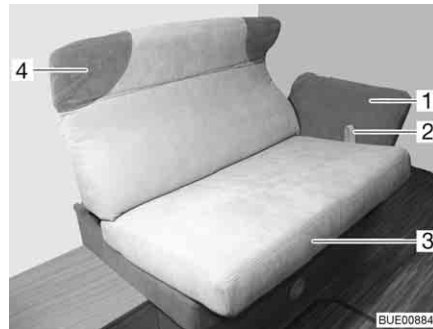

Fig. 93 Regolazione del divano
- Tirare l'asola (Fig. 93,2) verso l'alto e il piano di seduta (Fig. 93,3) sulle guide con cautela verso il centro fino all'arresto.
- Afferrare il cuscino per la nuca (Fig. 93,4) con entrambe le mani e inclinare con cautela verso l'alto o il basso fino alla posizione desiderata.
- Afferrare il bracciolo (Fig. 93,1) con entrambe le mani e inclinare con cautela verso l'alto o il basso fino alla posizione desiderata.